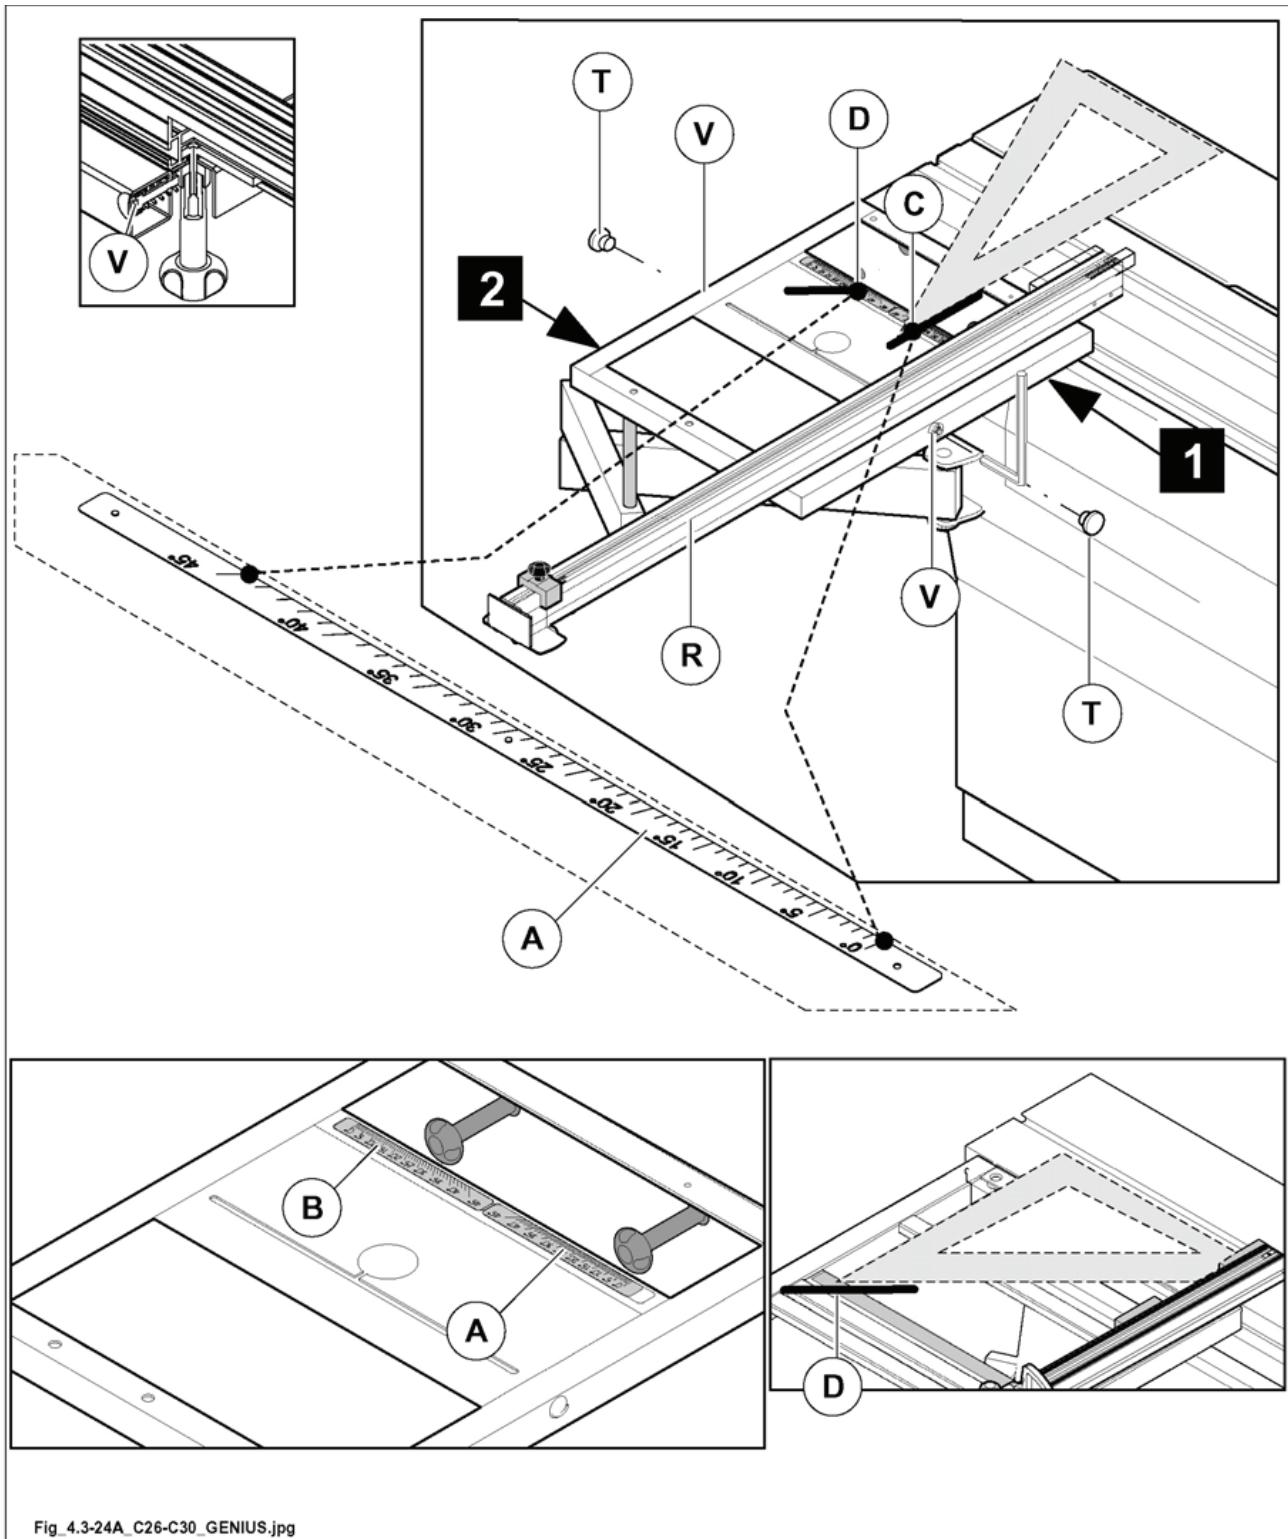

Рис. 4.3-24А
**Переместить базовую линейку на сторону "2" опорной рамы и закрепить шкалу В (рис. 4.3-24А), повторив описанные выше действия.**